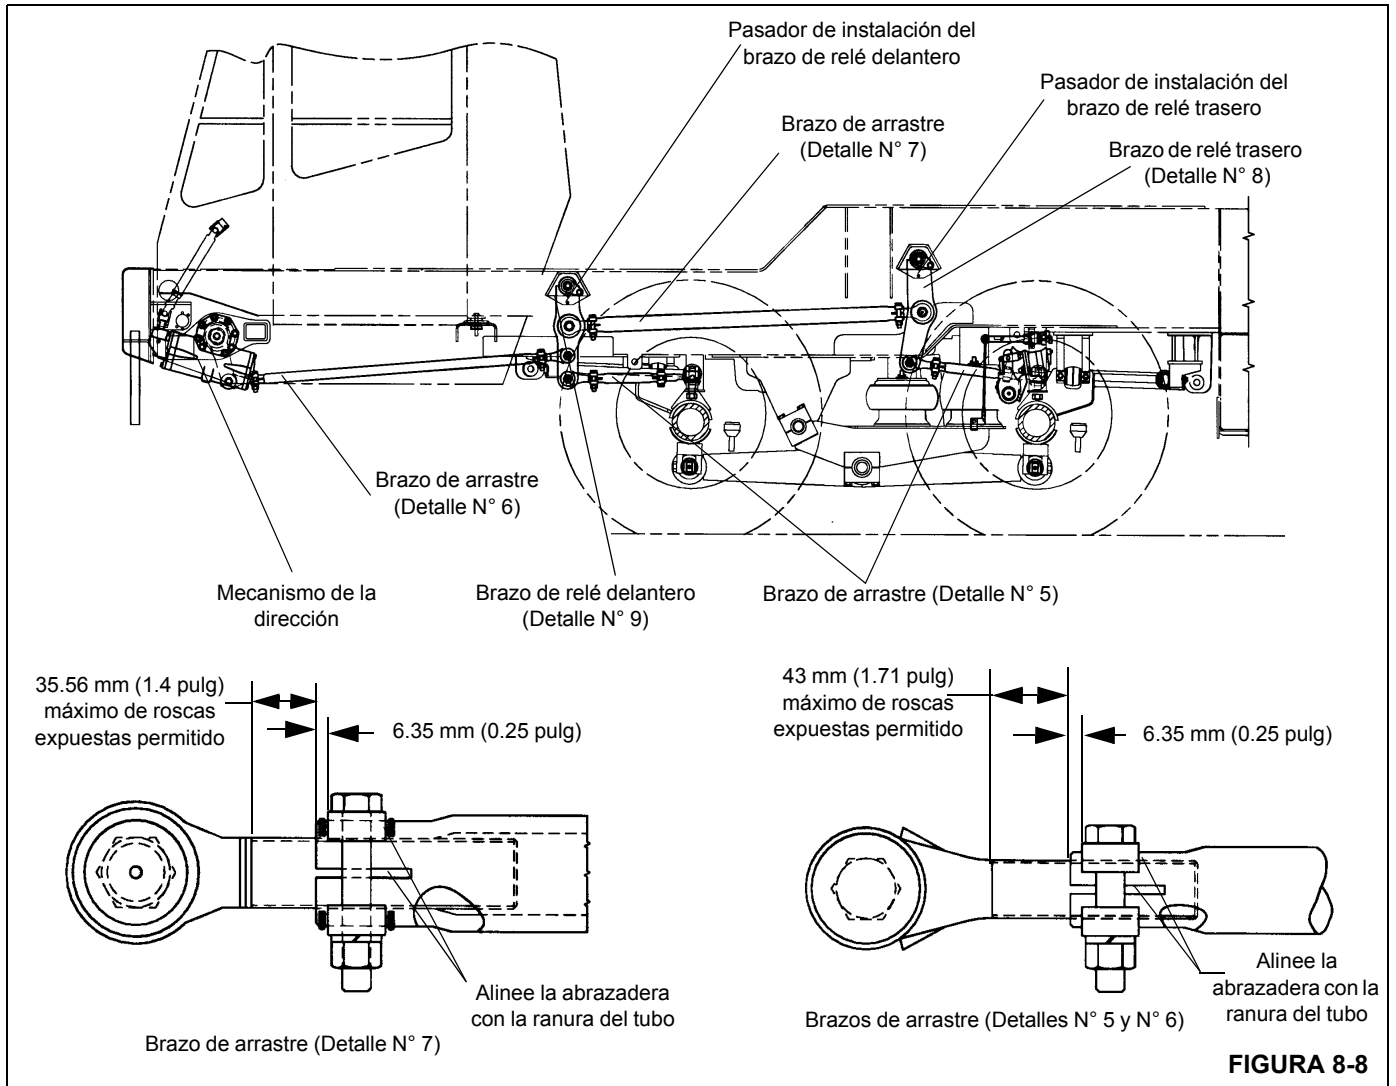

FIGURA 8-8
NOTA: Todos los números de detalle hacen referencia a la Figura 8-8.
7. Revise que los extremos de varilla en todos los brazos de arrastre estén dentro de los límites mostrados en la Figura 8-8.
9. Vea la Figura 8-8 y ajuste los brazos de arrastre (Detalle 5) según se necesite, de modo que la distancia entre la línea de referencia y la parte delantera de cada rueda sea la misma que la distancia entre la línea de referencia y la parte trasera de la misma rueda dentro de 1.5 mm (0.06 pulg). Revise que los extremos de varilla de los brazos de arrastre estén dentro de los límites especificados en la ilustración.